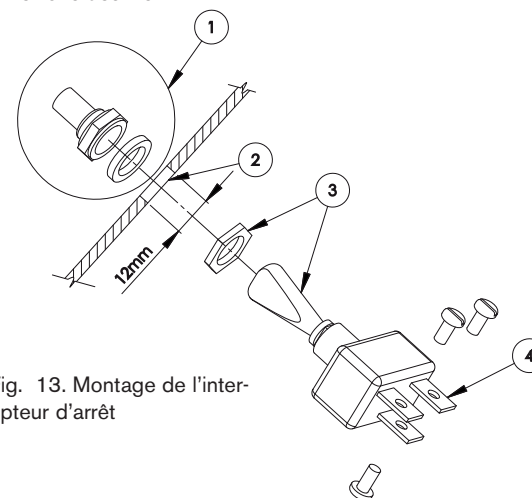

Fig. 13. Montage de l'interrupteur d'arrêt
2. Visser complètement l'écrou d'ablocage sur l'interrupteur. Point 3 de la figure 13.